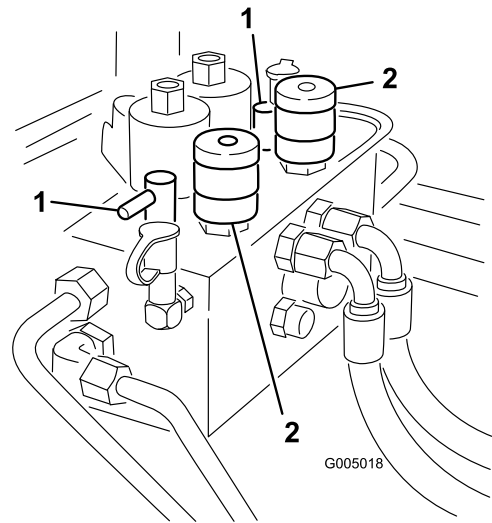

Figura 84
3. Localice los mandos de selección de la velocidad del molinete y los mandos de autoafilado (Figura 84). Gire el/lo(s) mando(s) de autoafilado deseado(s) a la posición de autoafilado y ponga el/los mando(s) deseado(s) de selección de la velocidad del molinete a la posición 1.